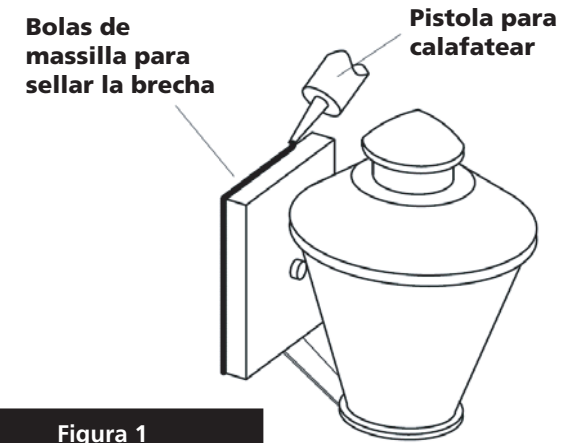

Figura 1
1. Conecte el cable de alimentación positiva (A) (normalmente negro o la cara lisa, sin marcas del cable de dos conductores) de plomo accesorio positivo (B) con un giro de tamaño adecuado en el conector – Véase la **Figura 1 y 2**.
2. Conecte el cable de alimentación negativa (C) (por lo general de color blanco o el lado marcado estriado del cable de dos conductores) de plomo accesorio negativo (D).
Para conectar a tierra en un sistema eléctrico de 3 hilos, fije el cable de tierra del artefacto (E) (generalmente de cobre o verde recubierto de plástico) a la brida de montaje accesorio (M) con el tornillo de tierra (S) – Véase la **Figura 1**.